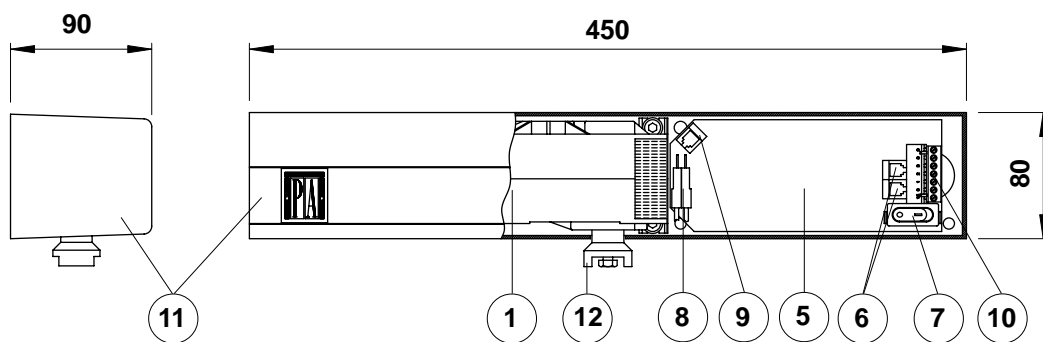

Fig. 2
- ① Motoriduttore
- ② Radar
- ③ Collegare all'alimentazione tramite l'apposita spina.
- ④ Braccio scorrevole
2.2 Riferimenti motoriduttore (fig. 2 e 3)